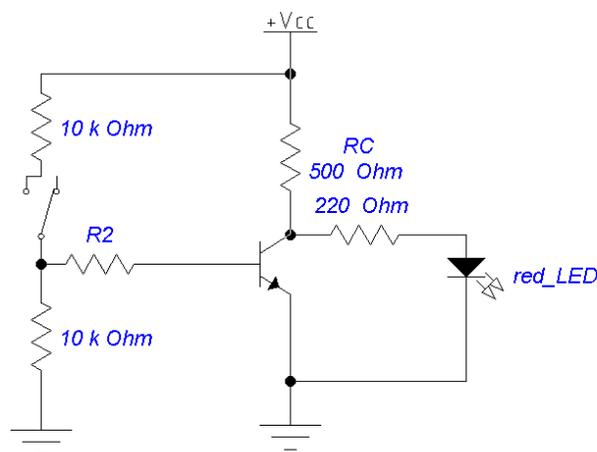

Figura 6: Circuito de ensayo. Corte y saturación. R2: utilice resistencia pequeña (ej. 220 ohm).
Punto F. Realice el circuito de la figura 6. Observe que ubicando la llave en una posición u otra el Led indicado como “red LED” se enciende o se apaga.
- Armar el circuito eléctrico de la figura 6. (Simulación)
Dado el circuito de la Figura 6, responda las siguientes preguntas.